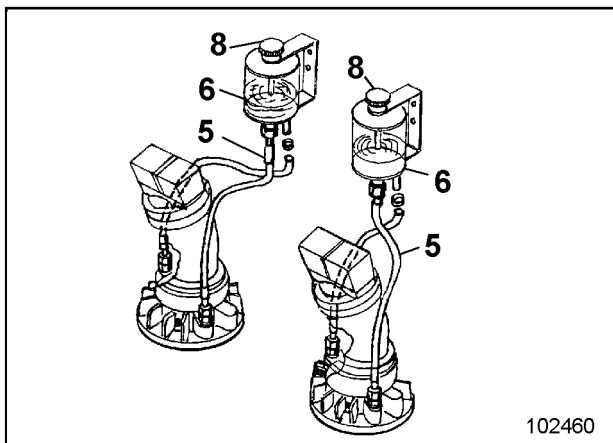

Fig. 4
- Verschlussdeckel (8, Fig. 4) abschrauben und neues Öl durch den Ausgleichbehälter (6) einfüllen. Der Ausgleichsbehälter (6) muß ca. 1/3 mit Getriebeöl gefüllt sein.
Die Be- und Entlüftung erfolgt durch den Verschlussdeckel (8, Fig. 4).